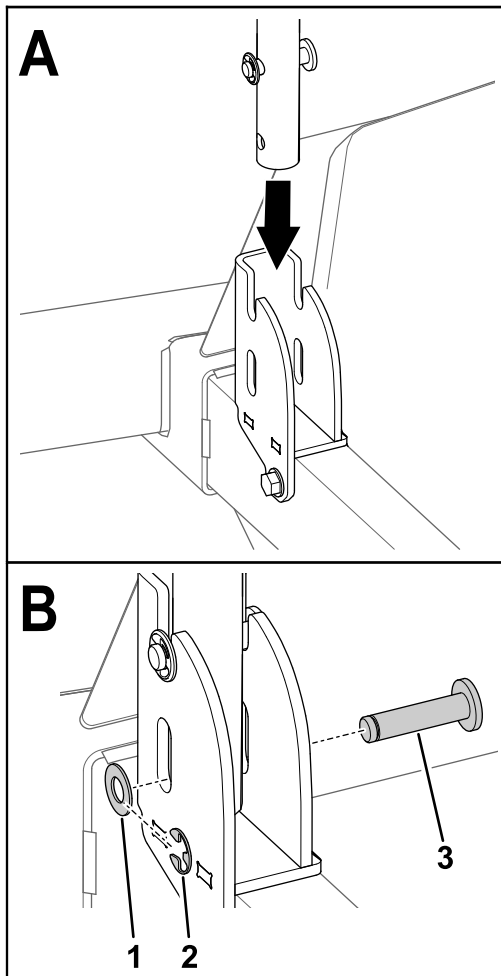

Bild 5
1. Fluchten Sie die untere Bohrung des Stützgriffs mit dem Langloch in der Stützgriff-Halterung aus, wie in **Bild 5** dargestellt.
2. Setzen Sie den Nutenstift durch das Langloch in der Stützgriff-Halterung und der Bohrung im Stützgriff ein (**Bild 5**).
3. Befestigen Sie den Stift mit der Unterlegscheibe ($\frac{3}{8}$ " und dem Sicherungsring an der Halterung und am Stützgriff (**Bild 5**).